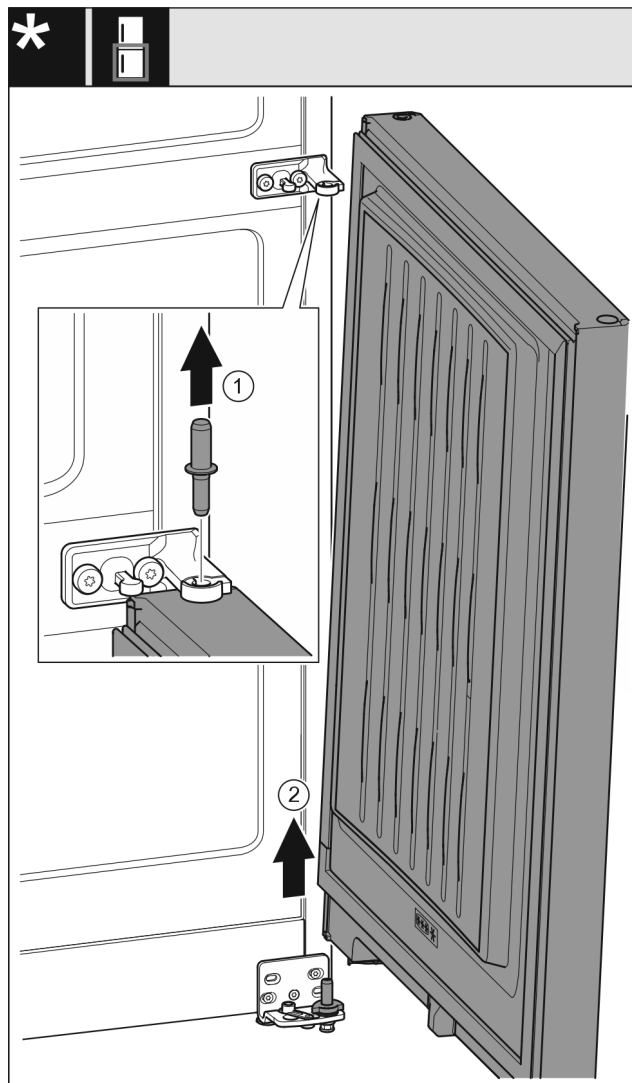

Fig. 9
- ▶ Træk boltene Fig. 9 (1) op og ud.
- ▶ Sving døren Fig. 9 (2) ud, træk den op, og læg den til side.